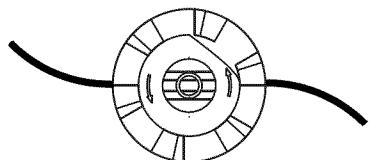

Fig. 16
- Desenrosque la línea vieja de la bobina y sáquela del orificio central de la bobina. (Fig. 16)